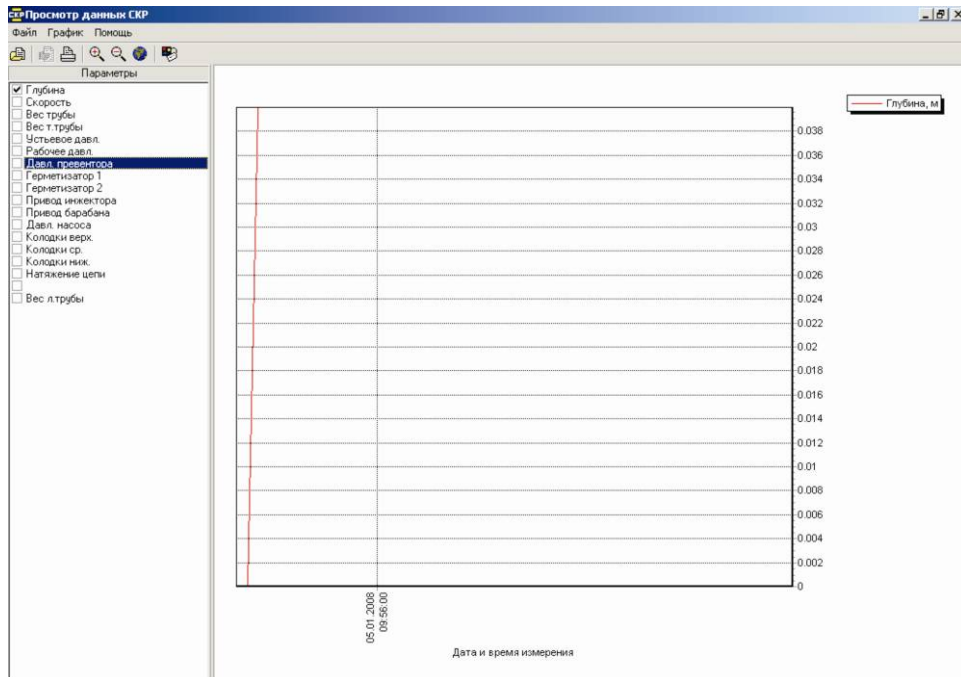

Рисунок 2.12 – Основное окно программы просмотра данных в режиме просмотра файла данных
- 4) Нажать «Открыть». Откроется основное окно программы просмотра данных (рисунок 2.12).